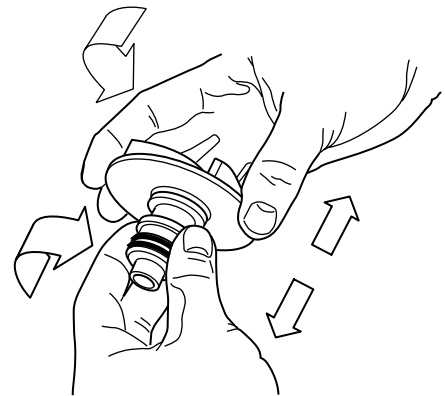

Figure 3
5. Prudemment, déposer les pièces rotatives de la bague d'étanchéité du manchon de l'impulseur en tirant et en tournant sur le ressort et sur la bague d'étanchéité (voir la Figure 3). Faire bien attention de ne pas endommager la surface de l'impulseur lorsque l'on chasse les bagues d'étanchéité et les sièges des bagues.